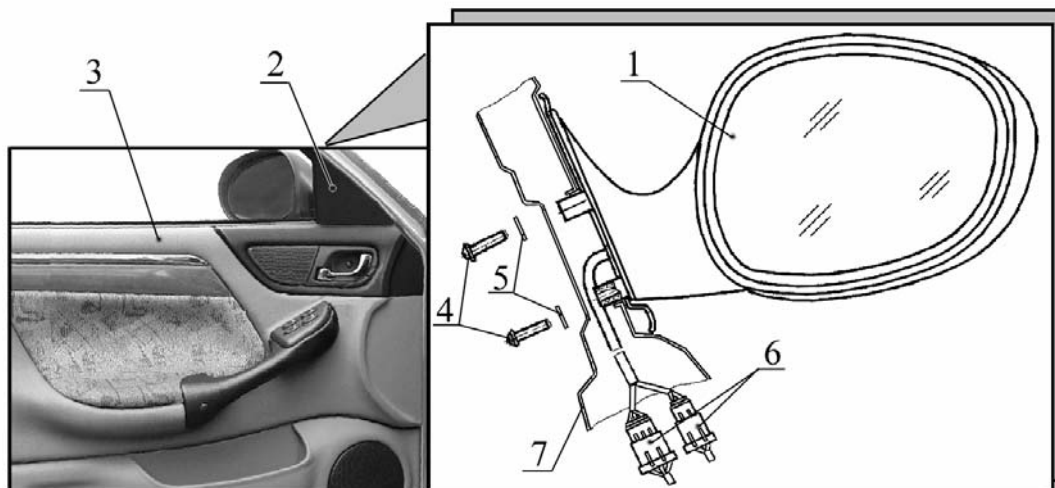

Рис. 5. Снятие и установка зеркал заднего вида:
8.1. Снять зеркало 1 (рис. 5) с правой стороны автомобиля.